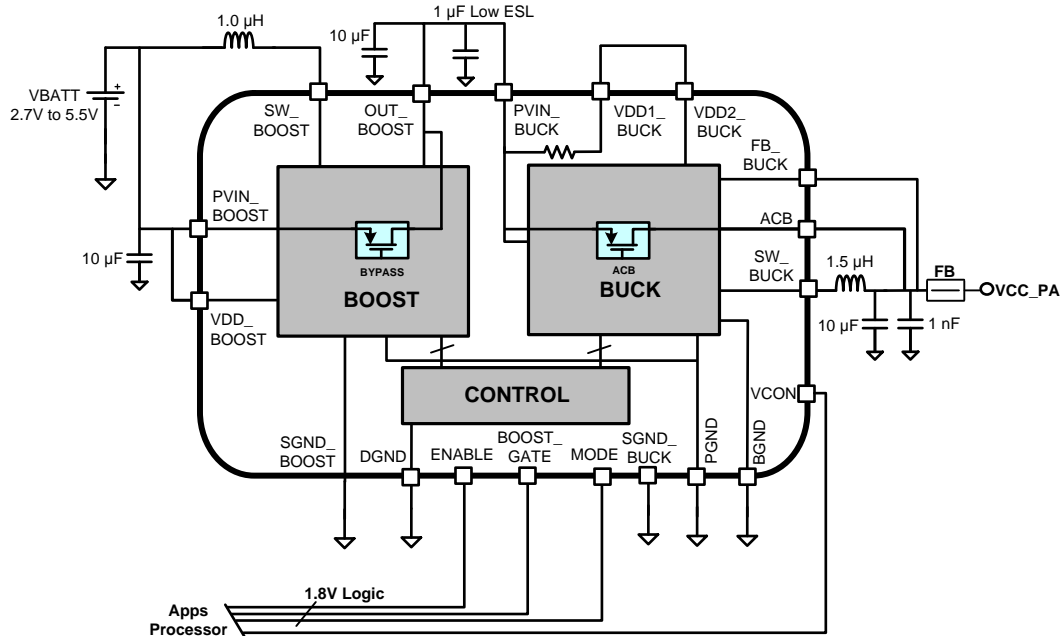

图 27. 典型应用：升压-降压
LM3248 架构包含一个升压直流/直流开关转换器，以及之后的降压直流/直流开关转换器。这个级联升压-降压架构使得此器件能够支持高于或低于输入电池电压的输出电压，与此同时又提供出色的输出瞬态和噪声性能。有关详细信息，请参阅图 27。除了支持更高功率的 2G 功能外，LM3248 最大限度地减少了用户终端 (UE) 发射配电环境中 3G/4G/4G-LTE 高级流耗。